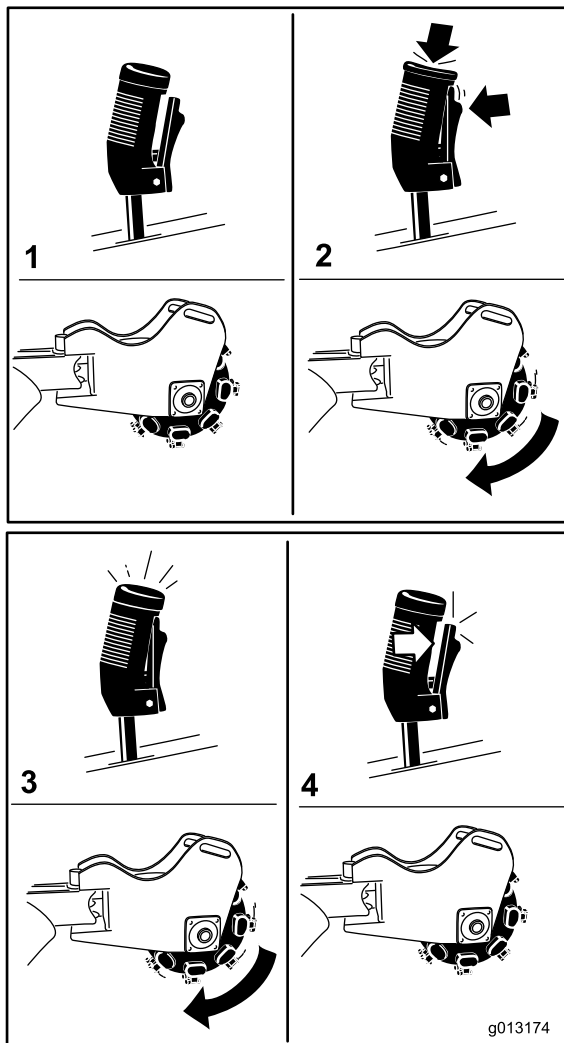

Figura 11
- Per avviare il fresa ceppi (Figura 11), premete il pulsante a grilletto e poi il pulsante rosso in alto sulla leva. Avviate il fresa ceppi, rilasciate il pulsante rosso.
- Per arrestare il fresa ceppi (Figura 11), rilasciate il dispositivo di azionamento per più di mezzo secondo.